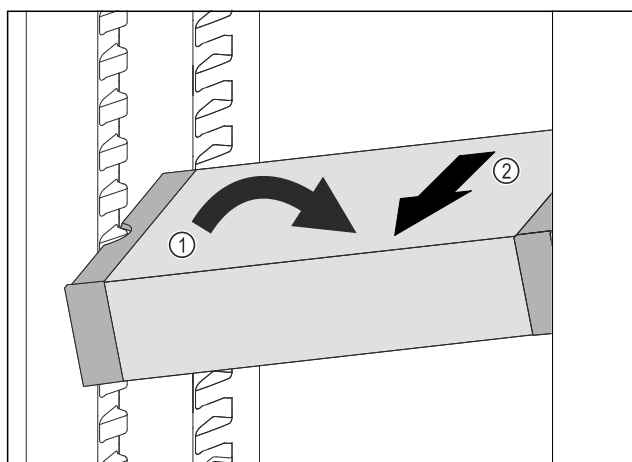

Fig. 69
- Impostare il vano frigorifero di VarioSafe ad angolo. Fig. 69 (1)
- Rimuovere VarioSafe tirando in avanti. Fig. 69 (2)